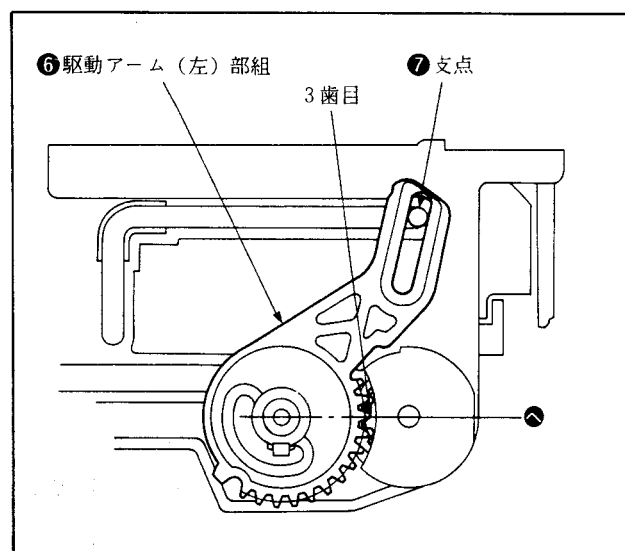

図3-14-B. 左歯車の位置（位相）合わせ調整方法
- 1) 駆動アーム（左）部組⑥ギアの3歯目が、駆動アーム（左）部組⑥と中間ギアの軸を結ぶ直線上④にくるように駆動アーム（左）部組⑥を取付ける。（支点⑦が図3-14-B.の位置にあれば自動的に駆動アーム（左）部組⑥のギアの3番目が直線上④に来ます。）
＜兩位相の合っている状態のチェック方法＞（図3-14-C.）